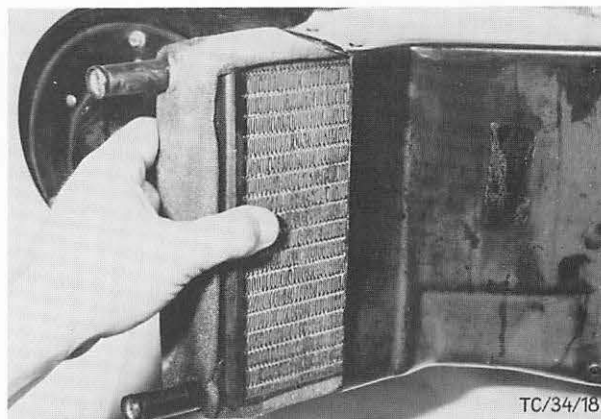

Abb. 37 Wärmetauscher mit Schaumstoff-Abdichtung einsetzen
5. Wärmetauscher mit eventuell neuer Abdichtung einfassen und in das Heizungsgehäuse schieben. Abb. 37.